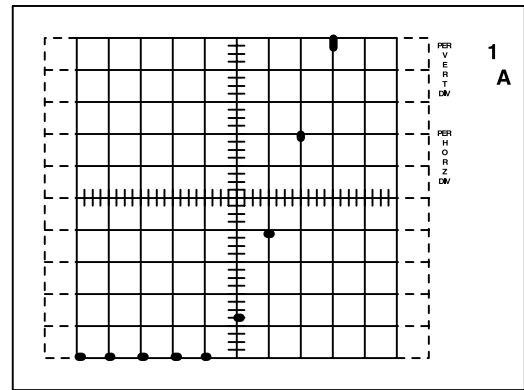

Рис. 13. Передаточные характеристики (зависимость  $I_D$  от  $V_{GS}$ )
4. Увеличивайте напряжение VARIABLE COLLECTOR SUPPLY, чтобы получить картинку, показанную на рис. 13. Передаточные характеристики состоят из изображаемых точек.